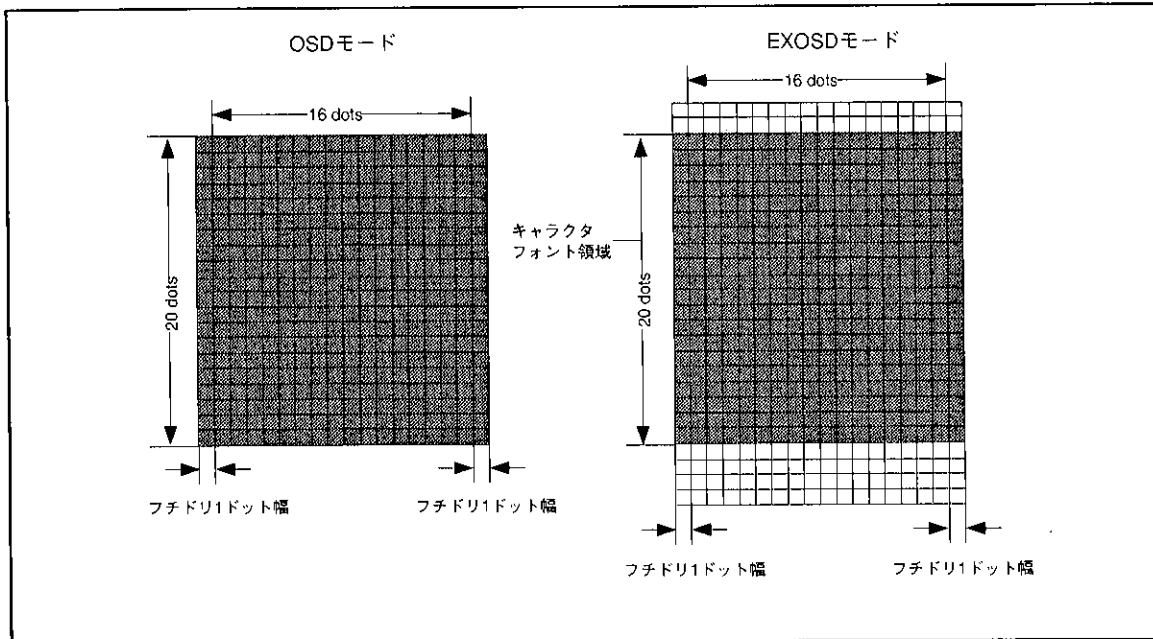

図72. フチドリの領域
- 2. フチドリドットの表示域は図72に示す網掛けの範囲です。EXOSDモードの場合、キャラクタフォント表示域の上下はフチドリ表示されません。